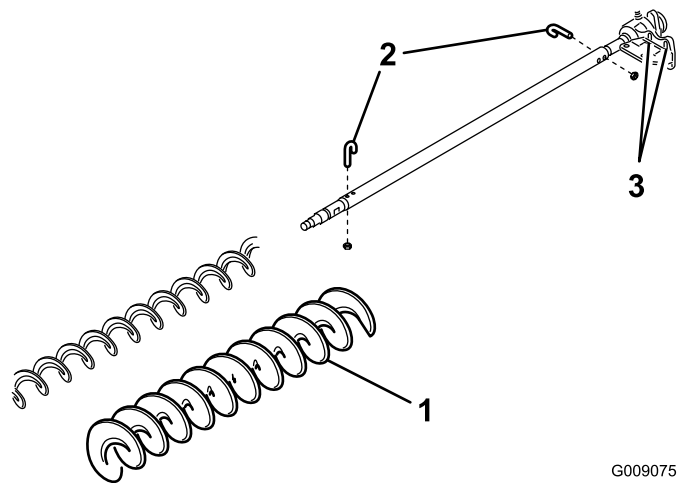

Figure 38
3. Enlevez les 2 boulons en J et écrous (Figure 38).
4. Faites glisser la brosse existante pour la déposer de l'arbre (Figure 38).
5. Desserrez les 2 boulons, rondelles et écrous qui fixent le logement de roulement d'entraînement à son support (Figure 38).
6. Glissez la brosse pour grande hauteur de coupe sur l'arbre (Figure 38).
7. Fixez la brosse sur l'arbre avec les 2 boulons en J retirés précédemment (Figure 38).